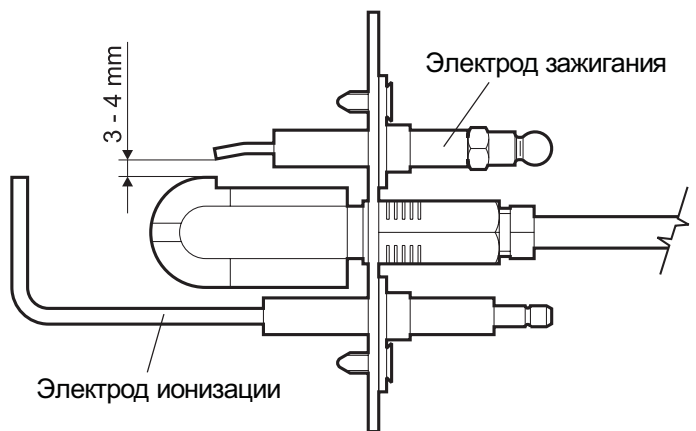

Рис. 10.3 Устройство зажигания
- Проверить правильное положение электродов зажигания. Электрод зажигания имеет большое значение для надежности зажигания или бесперебойной работы горелки. В ходе работ по обслуживанию должны проверяться размеры, указанные изготовителем (см. рис. 10.3).